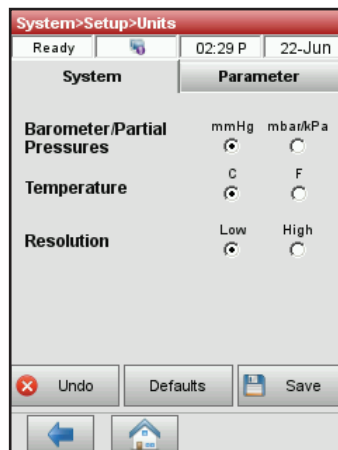

Figura 24. Schermo Gestione sistema > Configurazione > Unità
3. Nello schermo Unità, selezionare l'unità di misura richiesta (Figura 24).